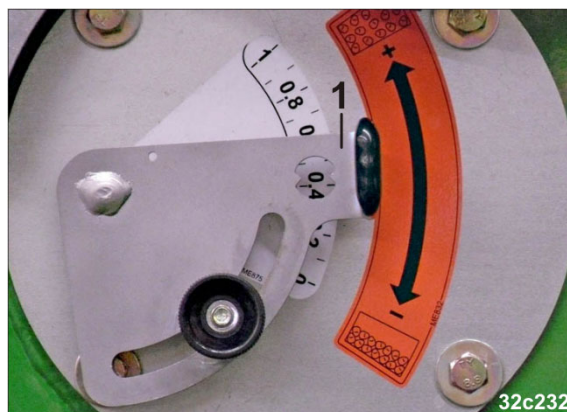

Рис. 285
5. Переместите рычаг воздухонаправляющей пластины (Рис. 285/1) при работающем вентиляторе несколько раз от упора до упора.